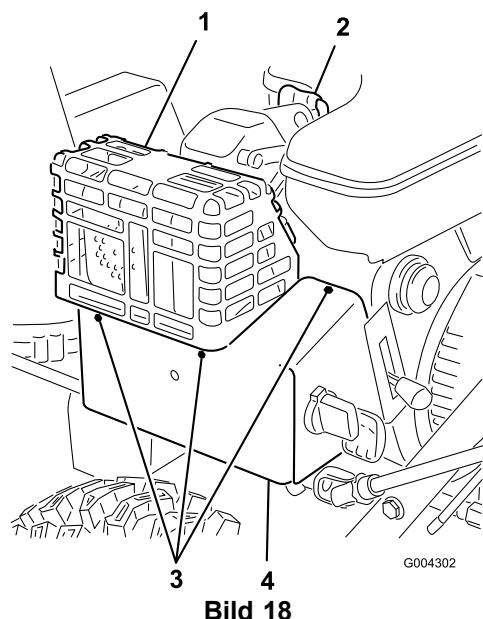

Bild 18
Nehmen Sie den Vergaserheizkasten ab, wenn Sie den Motor bei Temperaturen über 4°C einsetzen (Bild 18).
1. Klemmen Sie das Zündkabel ab und achten Sie darauf, dass das Kabel die Kerze nicht berührt (Bild 18).
4. Lösen Sie die Befestigungen, mit denen Vergaserheizkasten befestigt ist (Bild 18).
- Schließen Sie den Zündkerzenstecker an (Bild 18).